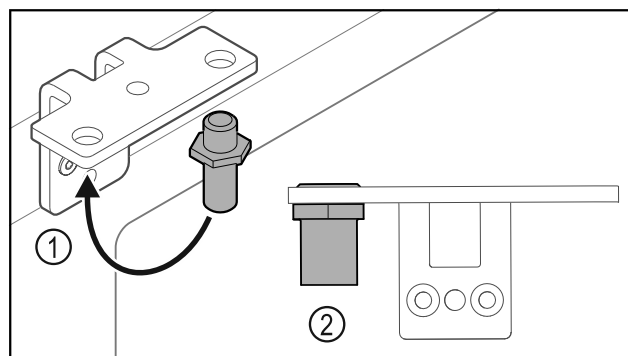

Fig. 32
- ▶ Переставьте палец Fig. 32 (1) в шарнирном уголке.
- ▶ Затяните палец Fig. 32 (2) с **моментом 12 Нм**.